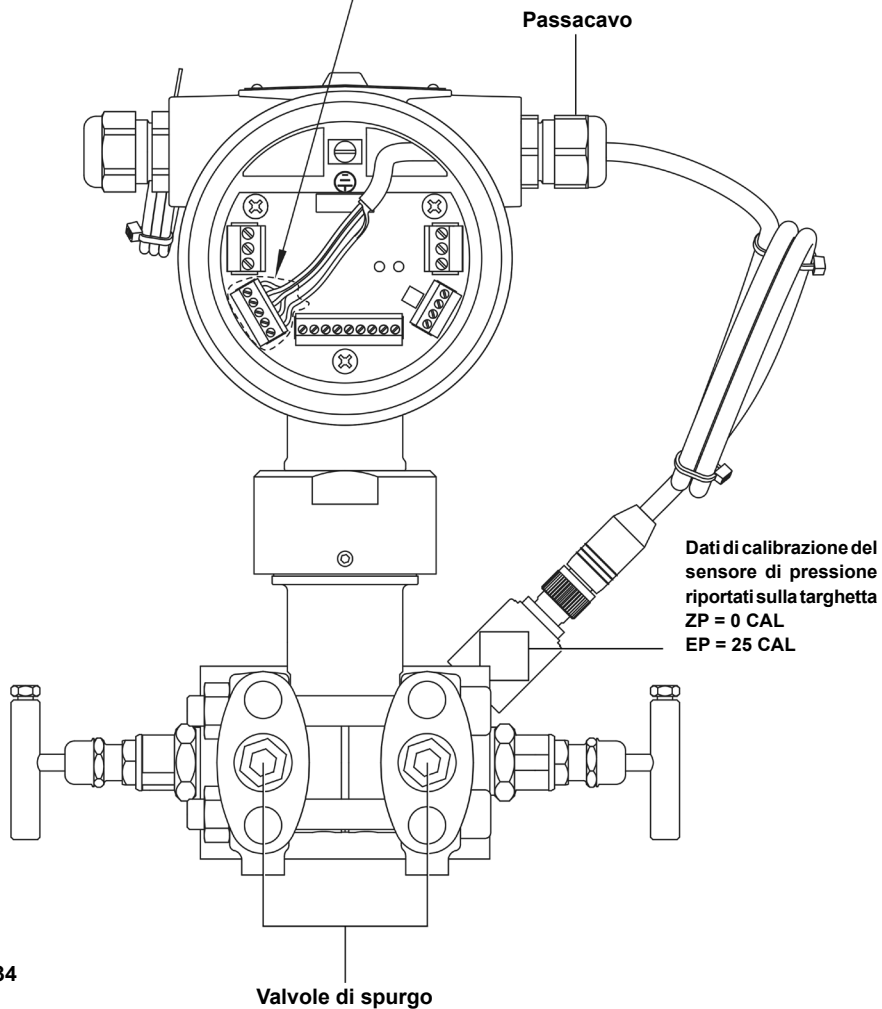

fig. 34
5. Disconnettere dalla morsettiera il filo d'alimentazione del sensore. Rif. Fig. 34.